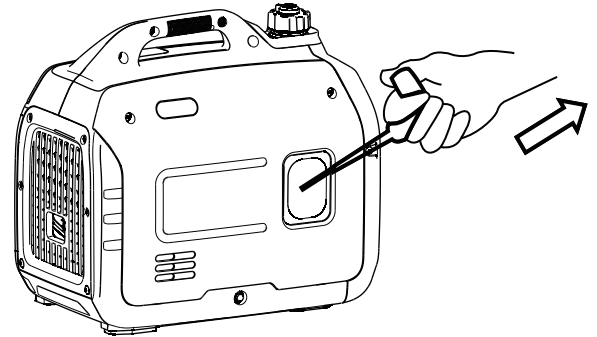

Abbildung 7: Ziehen Sie den Rückspulgriff aus dem Wechselrichter heraus
4. Ziehen Sie langsam und fest am Rückholgriff, bis Sie einen erhöhten Widerstand bemerken. Ziehen Sie dann mit einem schnellen Griff aus dem Wechselrichter heraus (siehe Abbildung 7).